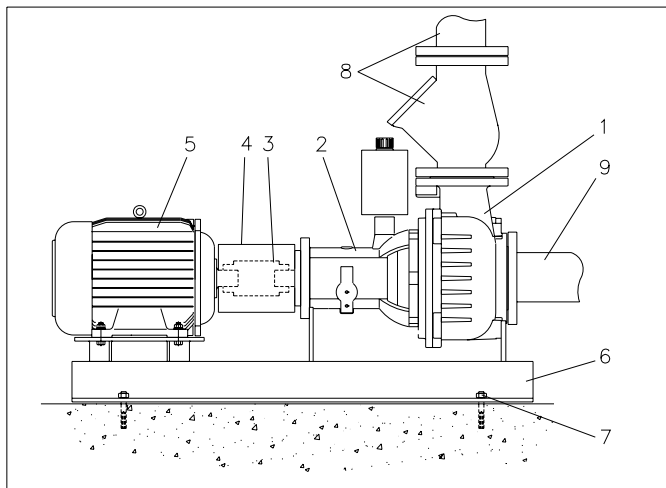

Fig. 7.1
(Voyez Figure 7.1).
- la plaque de base est fixée à la fondation au moyen des 4 trous de fixation (voyez Figure 7.1, poste 7)
Lors de l'installation, il faut veiller à ce que l'axe de la pompe soit encore bien aligné avec celui du moteur. Lors de l'ancrage de la plaque de base et le raccordement des conduites, il est possible que l'alignement soit modifié. Enlevez le capot de protection, voyez Figure 7.1, poste 4.